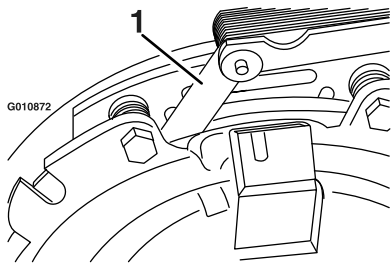
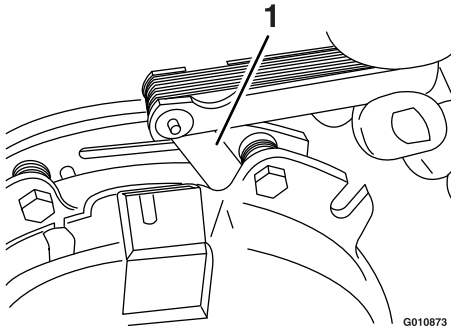

Figura 77
Figura 78
- E. Usando una galga de 0.254 mm (0.010"), compruebe la presencia de un espacio entre el rotor y la cara de la armadura en ambos lados del polo del freno, según se indica en Figura 77 y Figura 78.